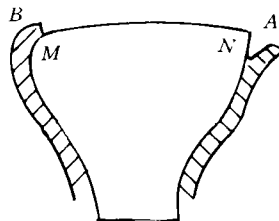

图3 鞋楦横断面困帮与吊帮之表现
(3) 困帮与吊帮。困帮与吊帮的表现形状同坐跟跷头相似,如图3所示。图3中 MN 代表鞋楦底弧线, B 为困帮, A 为吊帮。